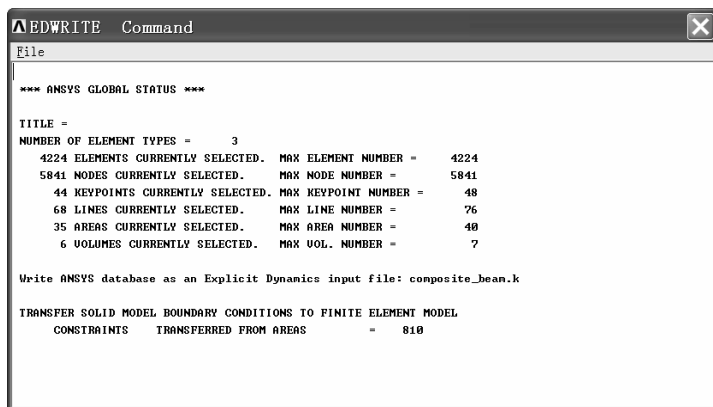

图 2-183 “EDWRITE Command” 窗口
(4) 单击 “Input files to be Written for LS-DYNA” 窗口中的 “OK” 按钮, 弹出 “EDWRITE Command” 窗口 (见图 2-183)。